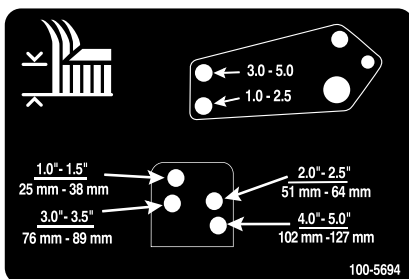

Figura 28
- Alinhe os orifícios do elemento de ligação do amortecedor com os orifícios da altura de corte desejada na estrutura da plataforma do cortador e monte os respectivos pinos de segurança e contrapinos tipo grampo (Figura 28).